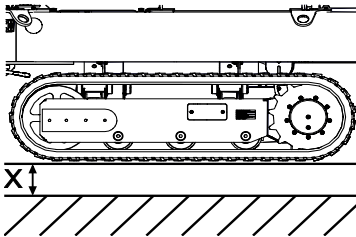

Fig. 83
3. Monter la machine avec les appuis jusqu'à ce que le système d'entraînement à chenilles se trouve à env. 20 mm du sol (Fig.83/X).